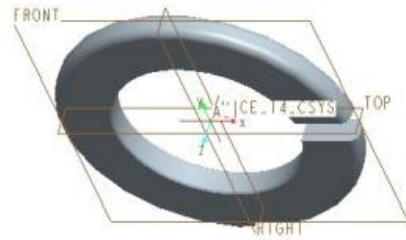

図 7-86 切欠きを設けた円環
- フィーチャー終了ボタン  を押して、押し出し作業を終了する。できあがった形状は図 7-86 のようになる。